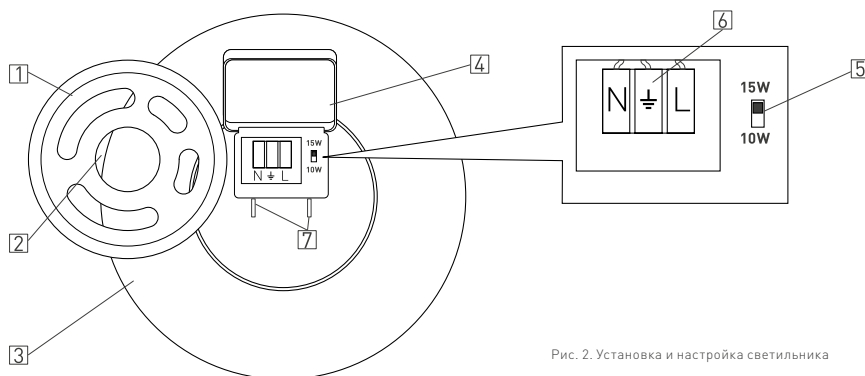

Рис. 2. Установка и настройка светильника
- 3.3. Для выбора режима руководствуйтесь картой положения DIP-переключателя (см. рис. 2). Алгоритм настройки следующий: определите требуемую мощность потребления от сети AC 230 В и установите необходимый режим переключателем.